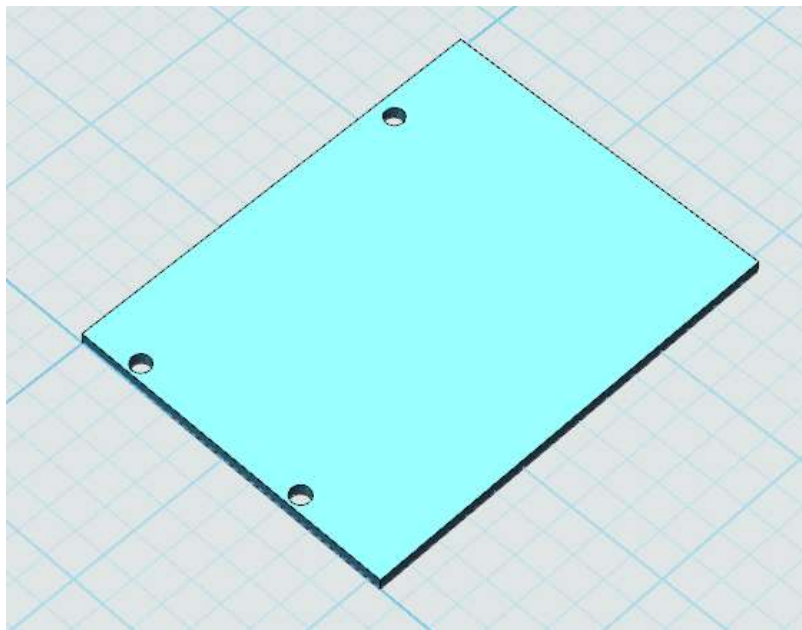

图 6-5
2. 绘制完成后，点击草图，选择拉伸命令，高度为 2。完成后如图 6-5 所示。